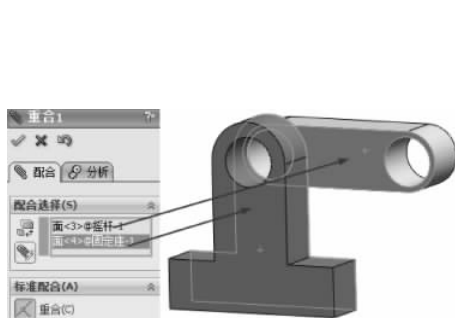

图 3-171 重合配合
(3) 选择【标准配合】选项组下的【重合】配合类型 , 在【要配合的实体】选择框  中选择如图 3-171 所示的面, 其他保持默认, 单击【确定】按钮 , 完成重合配合。